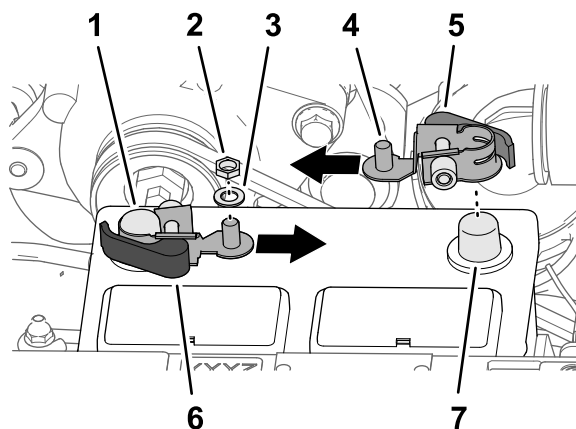

Рисунок 233
1. Удалите шестигранные гайки с шайбами с быстроразъемных зажимов с черной и красной ручками (Рисунок 233).
3. Установите быстроразъемный зажим на отрицательный штырь аккумулятора так, чтобы резьбовой штырь зажима был направлен в центр аккумулятора, как показано на Рисунок 233.